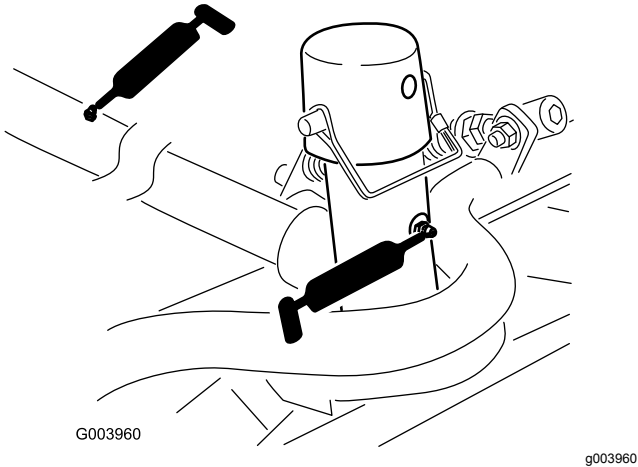

Figure 65
- Bâti porteur de plateau de coupe et pivot (x 2) (Figure 65)